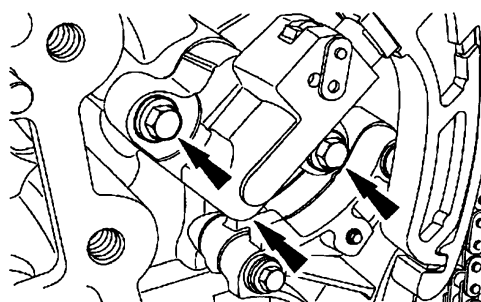

图 15-7 拆下主正时链条张紧器螺栓
- 8) 拆下主正时链条张紧器的 2 个固定螺栓，如图 15-7 所示。